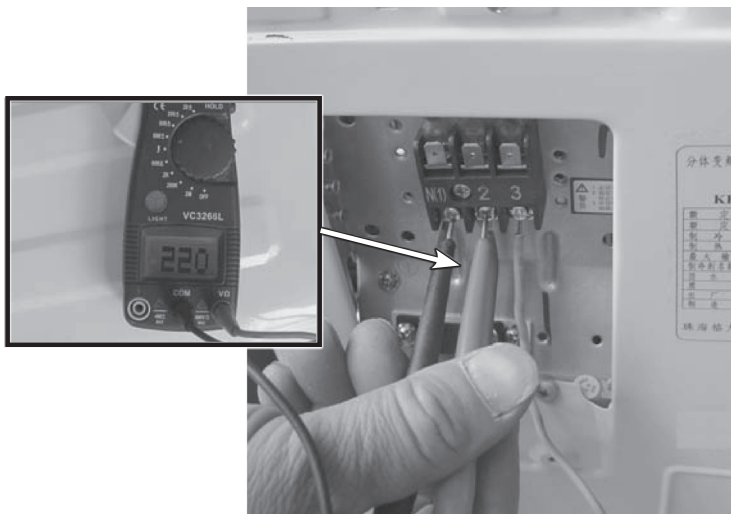

图 5-41 室外机接线 1、2 端电压
4) 测量室外机接线端子1、2端电压为交流220V, 说明室内机已向室外机供电, 如图5-41所示。